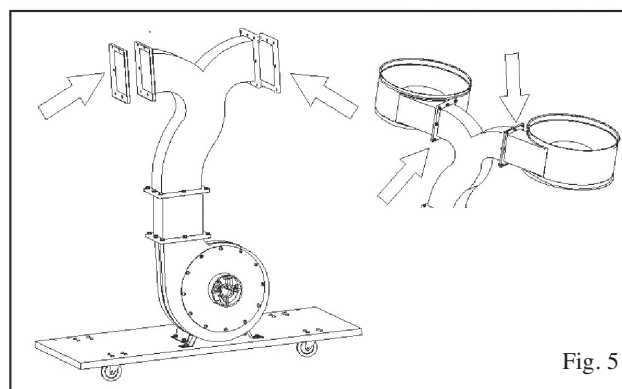

Fig. 5
Monter derefter de to opsamlere (C) og to pakninger (I) til udgangen som vist i Fig. 5.